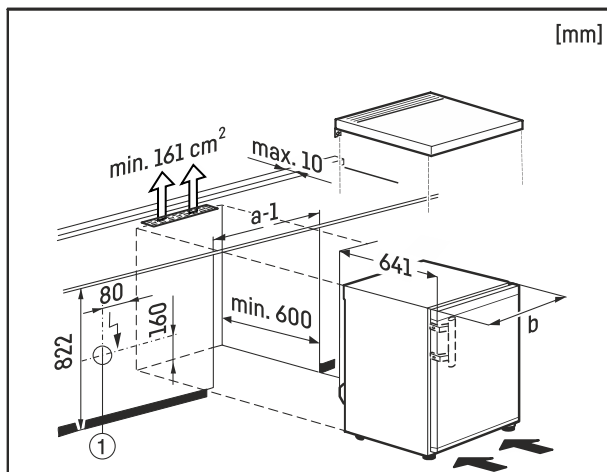

Fig. 8
Vtičnica Fig. 8 (1) mora biti pri tem lahko dostopna in izven ploskve, ki jo pokriva hrbtne strani naprave.